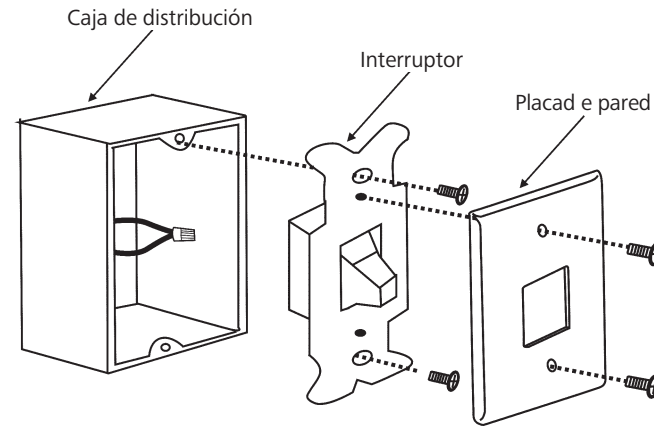

Fig. 26
**Paso 1.** Retire la placa de pared existente y el antiguo interruptor de la caja de distribución de pared. Conecte con una tuerca las terminaciones de cables NEGROS (calientes) entre sí y vuelva a empujarlos al interior de la caja de distribución. (Fig. 26)